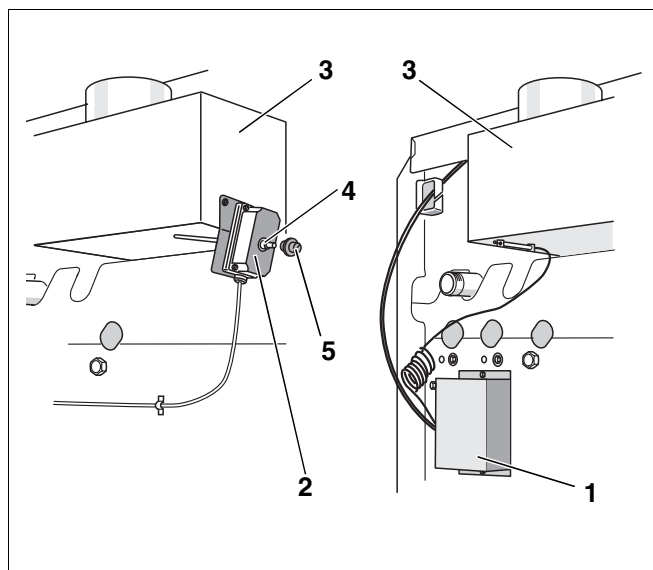

Fig. 2 Supravegherea gazelor de evacuare
- Sistemul de supraveghere al gazelor de evacuare AW 50 (Fig. 2, **Poz. 1**) pornește arzătorul în mod automat, după câteva minute atâta timp cât există un necesar de căldură.
- În cazul activării sistemului de supraveghere al gazelor de evacuare AW 10 (Fig. 2, **Poz. 2**) îndepărtați după aprox. 2 minute capacul de protecție (Fig. 2, **Poz. 5**) și apăsați butonul de resetare (Fig. 2, **Poz. 4**).